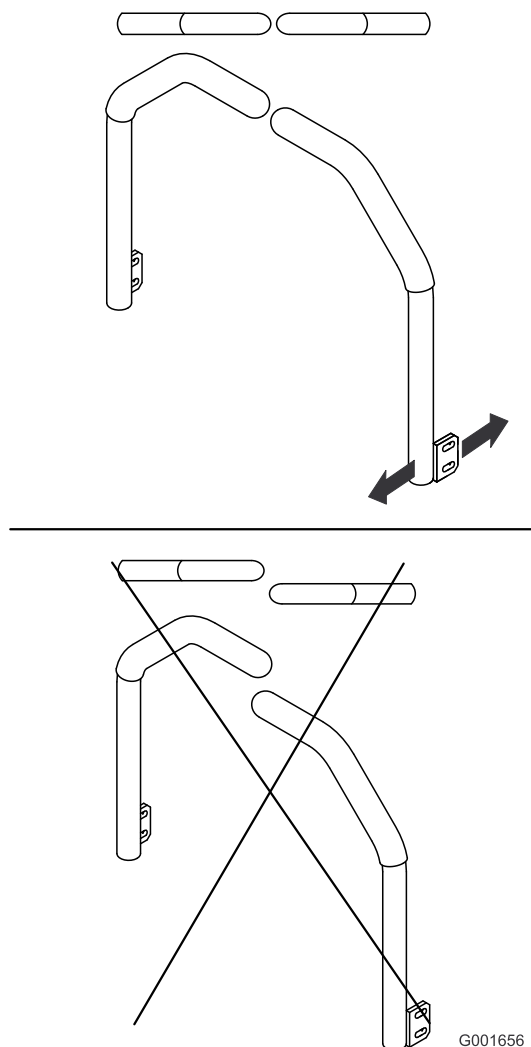

Figure 62
5. Réglez les leviers de commande de sorte à les aligner (Figure 62) et serrez les boulons de fixation des leviers aux montants.